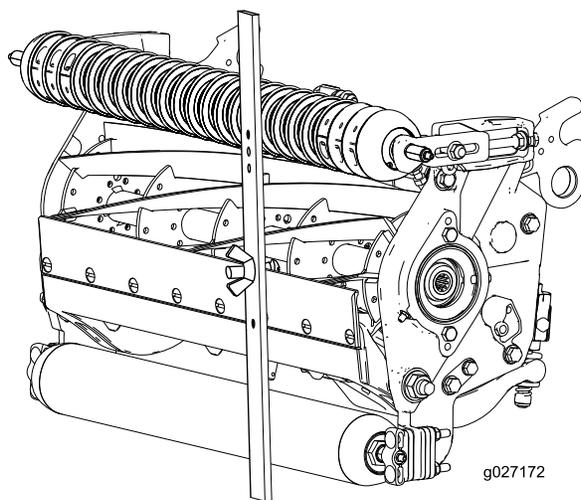

図 17
4. ゲージバーのねじの頭を下刃の先端に引っかけて、バーの後端を後ローラに当てがう **図 17**。
5. バーの前端がローラに当たるように、調整ねじで調整する **図 17**。